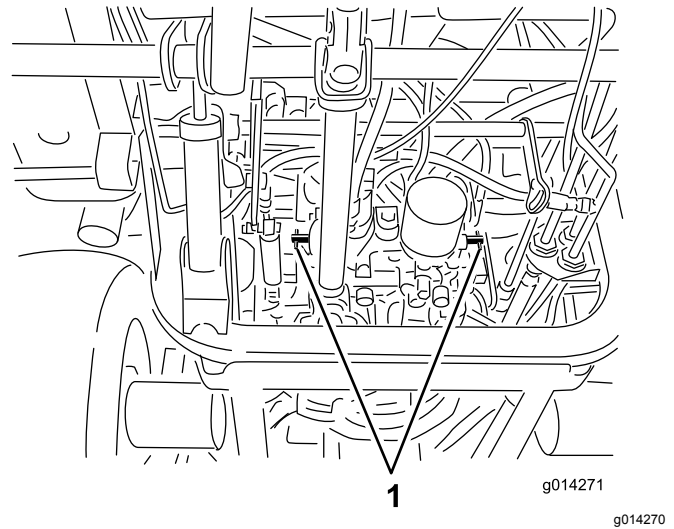

图25
- 将各个旁通阀分别逆时针旋转 1 圈图25。
- 将各个旁通阀分别顺时针旋转 1 圈并用手拧紧图25。
- 如图25 所示上紧阀门扭矩至约 8N·m。